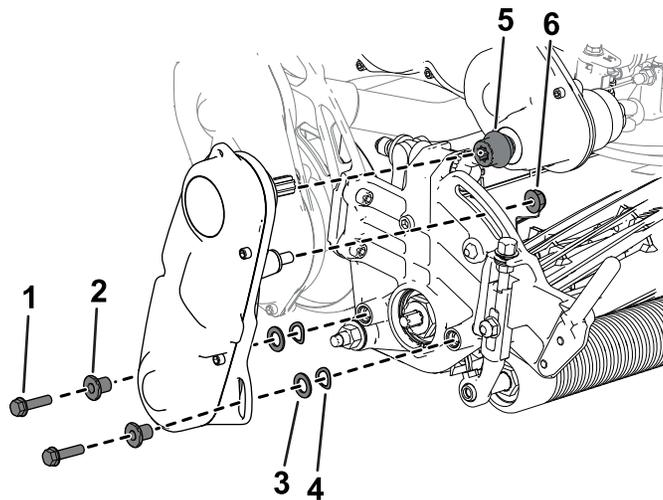

**図4**
3. ソケットヘッドねじ4本でカッティングユニットを機体に取り付ける **図4**。